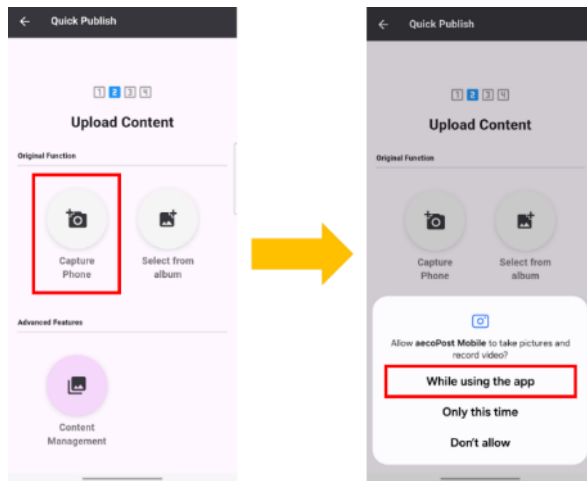

Figure 5-1: 사진 선택 옵션
2. 콘텐츠 업로드 방식을 선택하십시오. (Figure 5-1 to 5-2)